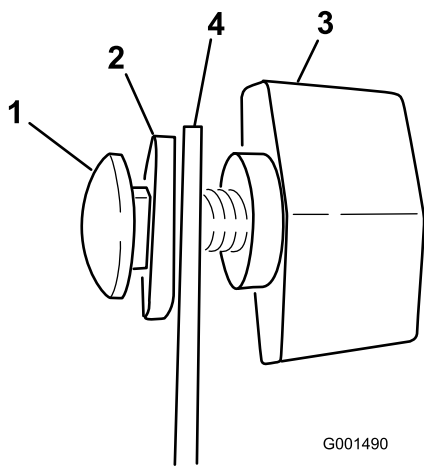

**Figura 7**
7. Collegate i connettori di Spray Pro ai connettori situati sotto la plancia (Figura 7).